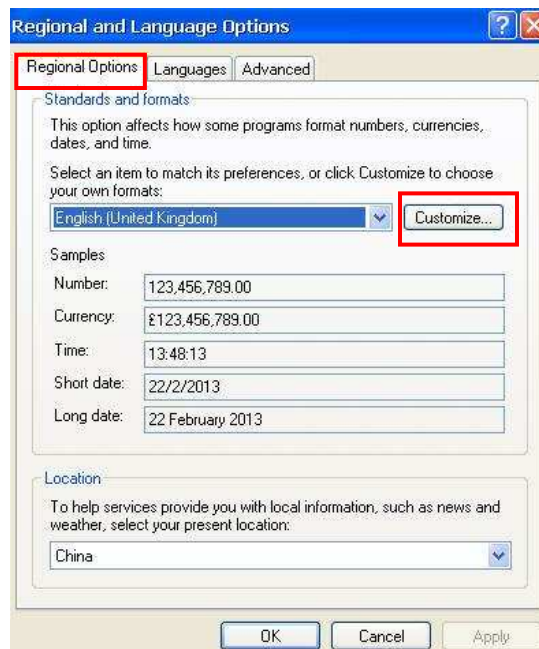

Fig.5-6 Tela de Opções Regionais e de Idioma
- c) **Opções Regionais e de Idioma:** Os formatos de data, hora e número de exibição de um país específico podem ser selecionados na configuração **Regional**; Selecione o idioma desejado na configuração **Linguagem**. Clique em **Regional e Opção de Linguagem** para entrar na tela, ver Fig.5-6.
- d) **Configurações de formato de visualização:** Na tela da Fig. 5-6, selecione um único item, como **English(United Kingdom)** e depois clique em **Customize** para entrar na tela de configuração. Número, moeda, tempo, datas curtas e datas longas podem ser definidas de acordo com a demanda.